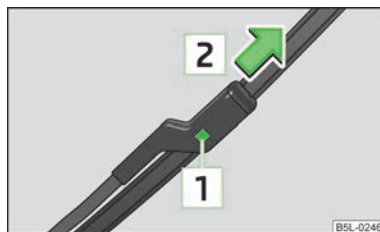

Fig. 32
- Presionar el seguro [1] » fig. 32 para desbloquear la escobilla y extraer en el sentido de la flecha [2].